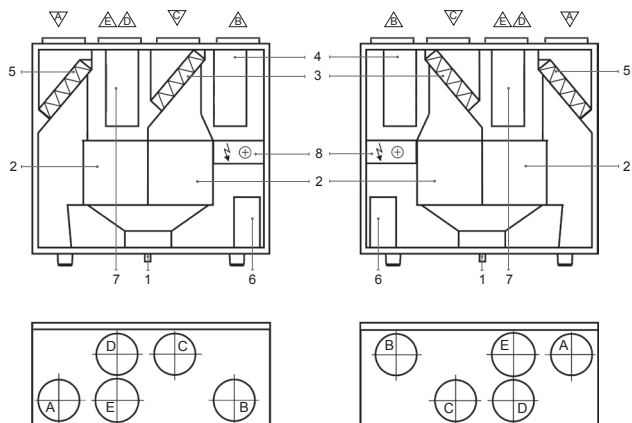

Figure 3
- Les unités DOMEKT RECU 300/450VE(W)-B (figure 3) sont équipées d'un double échangeur de chaleur à plaques, filtres à air, batterie d'appoint électrique, ventilateurs et système de contrôle et régulation autonome.